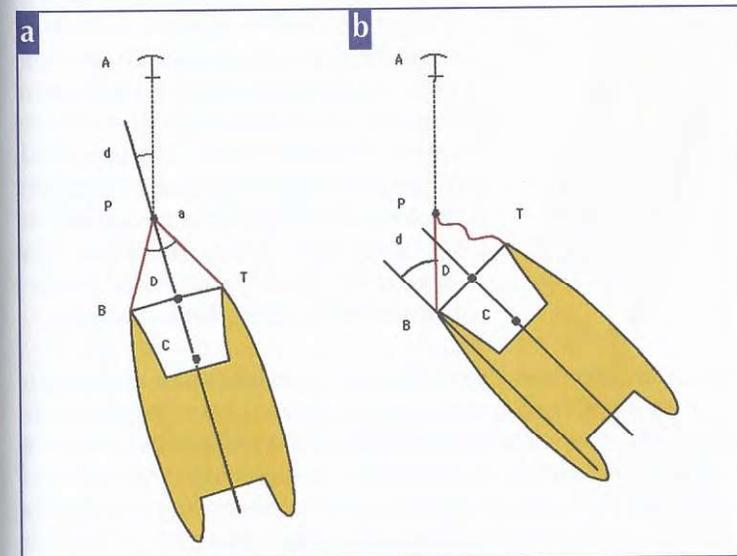

Figure 4
**Patte d'oie**. Rien de plus facile, au contraire, sur un multicoque : il suffit de frapper, aux étraves des flotteurs latéraux, une « patte d'oie » dont le point de jonction **P** à la ligne de mouillage va jouer le rôle d'un **davier virtuel** placé loin devant le bateau, si les deux brins sont tendus (**figure 4 a**). Sinon, tout se passe comme si le davier se trouvait sur l'étrave dont le brin est tendu (**figure 4 b**). Pour quantifier le gain ainsi obtenu, reprenons notre micro-ordinateur et rassemblons nos souvenirs de géométrie.